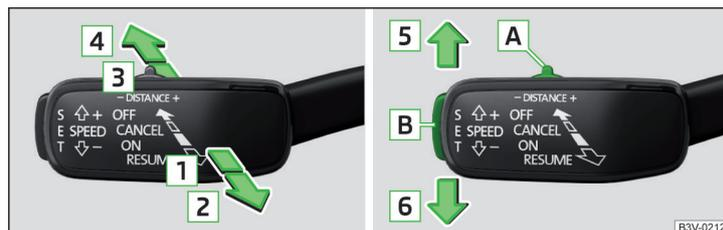

Fig. 204 Manette de commande
Aperçu des fonctions ACC, lesquelles sont commandées au moyen de la manette » fig. 204
Si la manette » fig. 204 est réglée depuis la position **OFF** directement dans la position auto-rabattue **RESUME**, la vitesse actuelle est enregistrée et le réglage commence.
Le réglage peut être démarré avec la touche **SET** ou en réglant la manette dans la position auto-rabattue **RESUME** » fig. 204 à la page 173.
► Régler la manette en position auto-rabattue **CANCEL** » fig. 204 à la page 173.
La vitesse souhaitée est réglée ou modifiée à l'aide de la manette de commande » fig. 204 à la page 173.
La distance par rapport au véhicule suivi est réglée avec la manette » fig. 204 à la page 173 ou dans l'Infodivertissement » *Notice d'utilisation de l'Infodivertissement*, chapitre *CAR - réglages d'usine*
► Régler le commutateur **DISTANCE** en position auto-rabattue ou » fig. 204 à la page 173.
Dans ce cas, interrompez le réglage en accélérant, en appuyant sur la pédale de frein ou sur le point de pression **CANCEL** sur la manette de commande » fig. 204 à la page 173.
Un processus d'accélération peut être interrompu à tout moment en appuyant sur la pédale de frein ou sur le point de pression **CANCEL** sur la manette de commande » fig. 204 à la page 173.